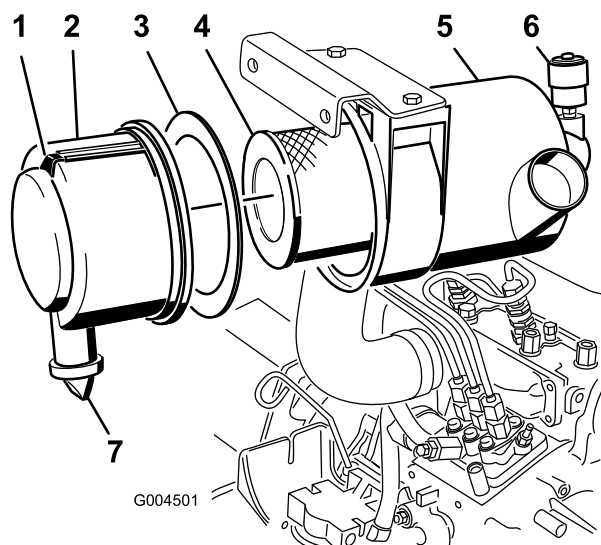

Figure 59
- Faites l'entretien du filtre à air quand l'indicateur de colmatage (Figure 59) est rouge ou toutes les 400 heures (plus fréquemment si vous travaillez dans une atmosphère extrêmement poussiéreuse ou sale). N'effectuez pas l'entretien du filtre à air trop souvent.
1. Tirez le verrou vers l'extérieur et tournez le couvercle du filtre à air dans le sens antihoraire (Figure 59).
2. Déposez le couvercle du corps du filtre à air (Figure 59).
4. Déposez et remplacez le préfiltre (Figure 59).
6. Vérifiez que le joint en mousse est en place dans le couvercle et qu'il n'est pas déchiré ou endommagé (Figure 59). Remplacez-le s'il est endommagé.
- A. Retirez la valve de sortie en caoutchouc du couvercle (Figure 59).
10. Réarmez l'indicateur de colmatage (Figure 59) s'il est rouge.